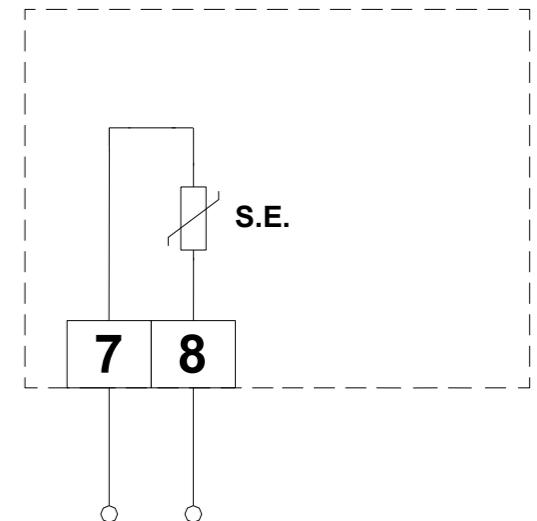

Fig. 2: Schema di collegamento
- Eseguire i collegamenti elettrici seguendo lo schema di Fig. 2.
- Make electrical wirings according to the diagram of Fig. 2.